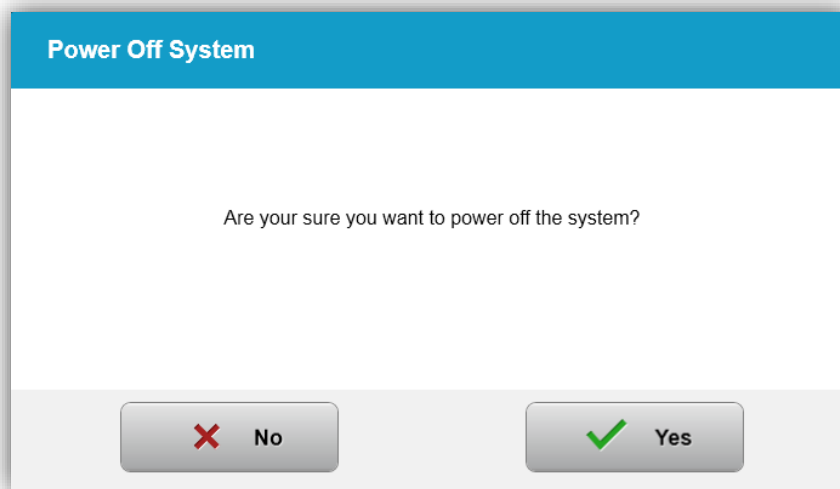

Figura 3-49. Conferma dello spegnimento
- Confermare lo spegnimento del sistema selezionando “Yes” (Sì) come mostrato nella Figura 3-49.